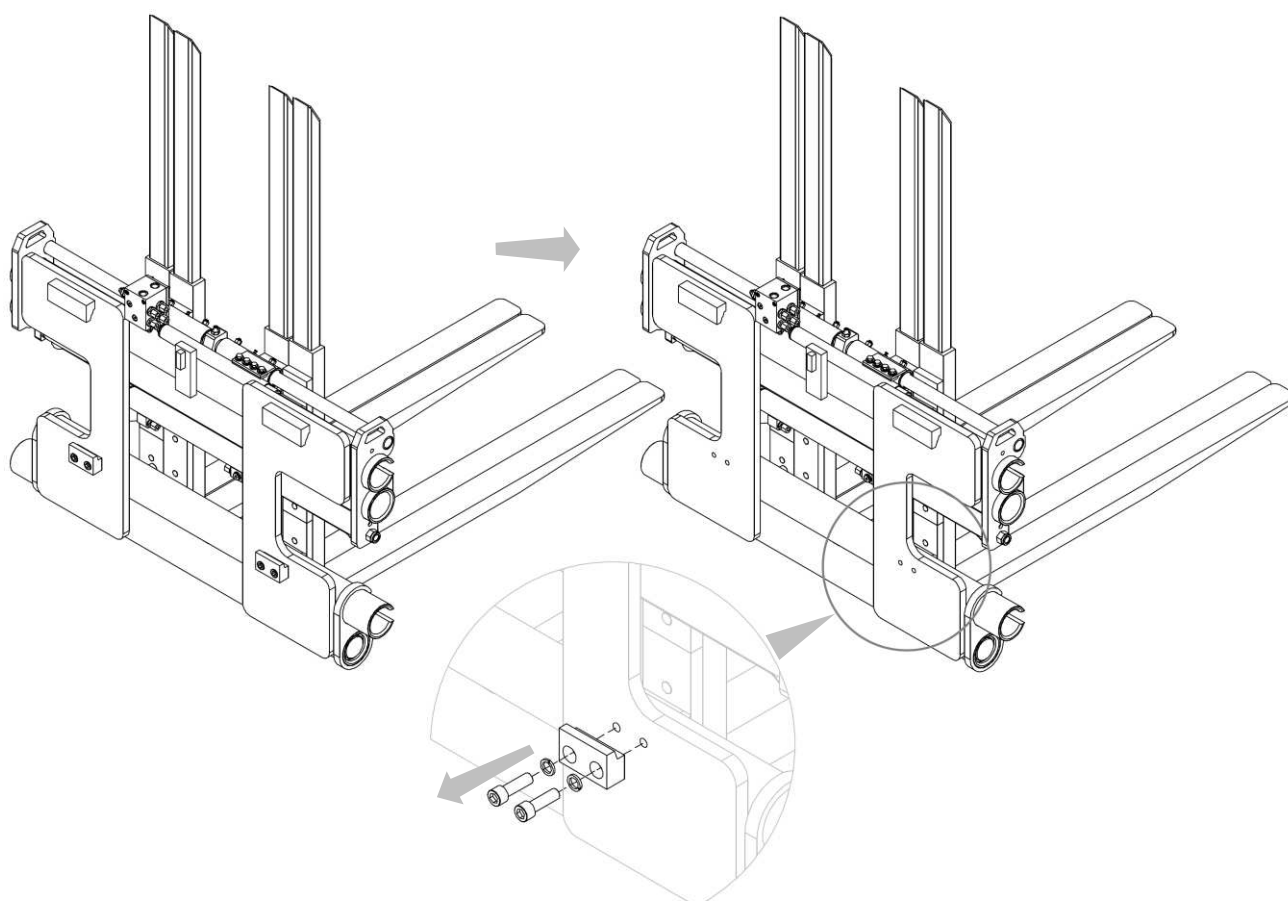

Figura 8
4. Quite los ganchos inferiores del equipo (mira *Figura 8*).
3. Retirar los ganchos inferiores de la estructura (mira *Figura 4* y *Figura 8* en la pag. 12 y 15).